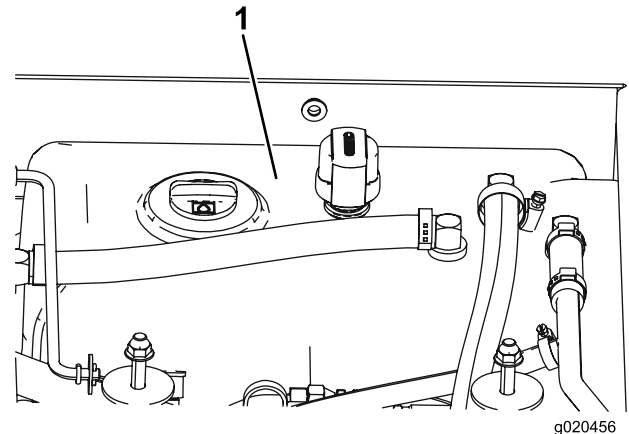

Bild 76
- Füllen Sie den Hydraulikbehälter (Bild 76) mit Hydrauliköl, siehe Prüfen des Hydrauliköls (Seite 60).